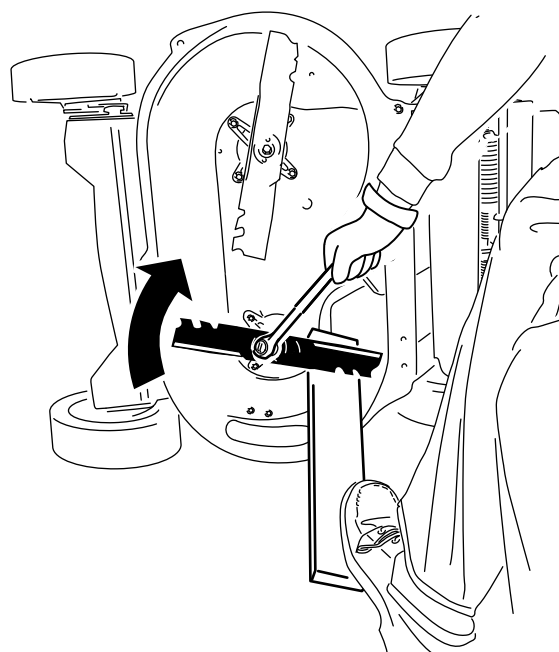

**Рисунок 42**
- Снимите каждый нож, как показано на Рисунок 42.
- Установите первый нож так, чтобы он находился в горизонтальном положении, вместе со всеми крепежными деталями, как показано на Рисунок 42.